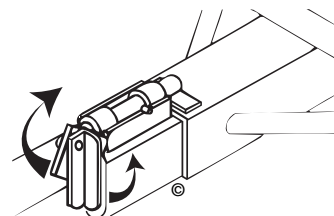

Figure 8
- Si vous avez un chariot de remorquage qui est muni de rampes de chargement avec plate-forme inclinable (Figure 8), inclinez la plate-forme sur roues vers l'arrière pour procéder au chargement. Tournez la partie du bas de la clenche de verrouillage vers le coupleur, à une distance suffisante pour permettre à la poignée de la goupille de verrouillage d'être soulevée. Tournez la poignée de la goupille de verrouillage vers le haut, puis tirez la goupille de verrouillage vers le coupleur aussi loin que possible. La plate-forme sur roues va s'incliner vers l'arrière pour permettre le chargement.
- Si vous avez un chariot de remorquage qui est muni de rampes de chargement avec plate-forme inclinable (Figure 8), glissez la goupille de verrouillage de la plate-forme pour la replacer en position de verrouillage.
- Si vous avez un chariot de remorquage qui est muni de rampes de chargement avec plate-forme inclinable (Figure 8), tournez la poignée de la goupille de verrouillage vers le haut, puis tournez-la vers le coupleur. Cela permettra à la plate-forme de s'incliner pendant que vous reculez le véhicule remorqué à distance du chariot de remorquage.